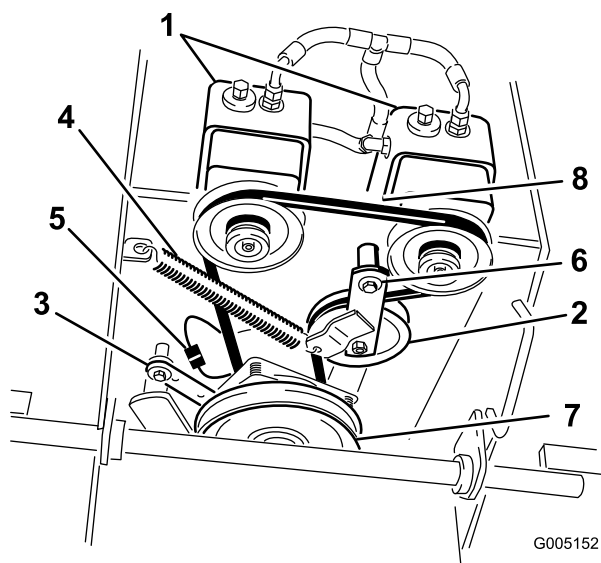

Figura 50
- Desconecte el soporte del embrague de la plataforma del motor (Figura 50).
7. Desenganche el muelle de la polea tensora del bastidor (Figura 50).
9. Coloque el muelle tensor entre el brazo de la polea tensora y el soporte del bastidor (Figura 50).
10. Monte el soporte del embrague en la plataforma del motor (Figura 50).